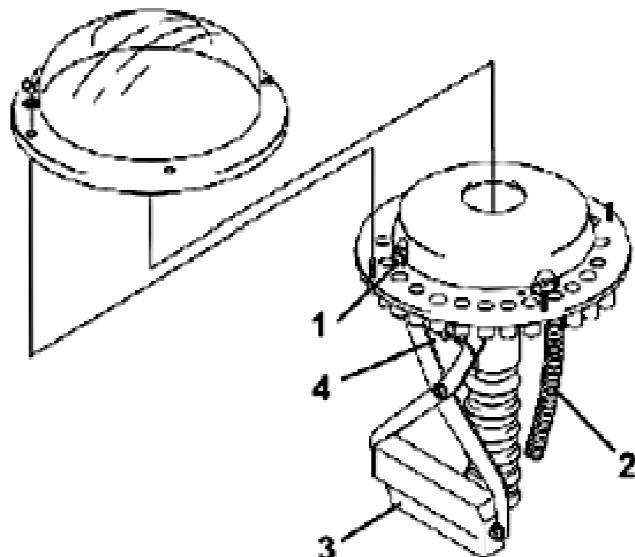

Рисунок 31 – Распределитель семян с устройством для установки технологической колеи
При помощи устройства для переключения высевающей катушки технологической колеи в распределительном устройстве (рисунок 31) можно устанавливать технологические колеи на поле на предварительно заданном расстоянии. Для установки различного расстояния между техколеями необходимо вводить в AMATRON+ / AMALOG+ соответствующий ритм создания технологических колей.
- устройство для установки технологической колеи закрывает подачу зерна в распределительном устройстве посредством заслонки 1 (рисунок 31) к семяпроводам 2 сошников техколеи;